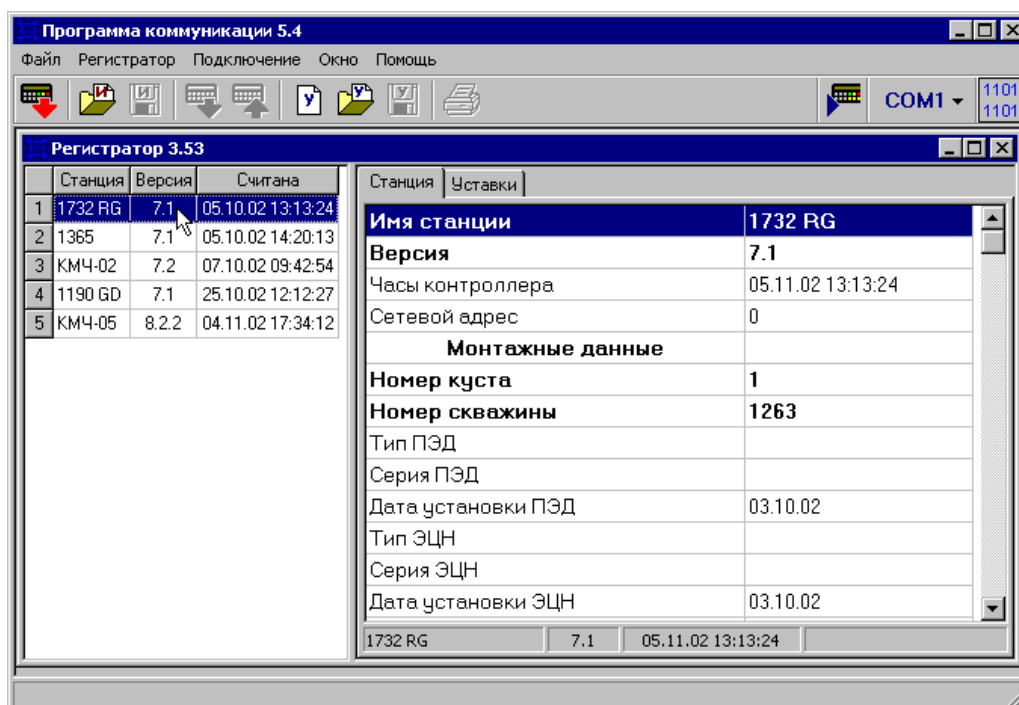

Рис. 12
При подключении к регистратору появляется окно «Регистратор», в заголовке которого выводится версия регистратора (рис. 12). При подключении к устройству считывания появляется окно «Устройство считывания», в заголовке которого выводится версия устройства считывания.
- нажимая клавишу «**Tab**», установить курсор на заголовок закладки, как показано на рис. 12, затем с помощью клавиш «**←**» и «**→**» выбрать нужную закладку.